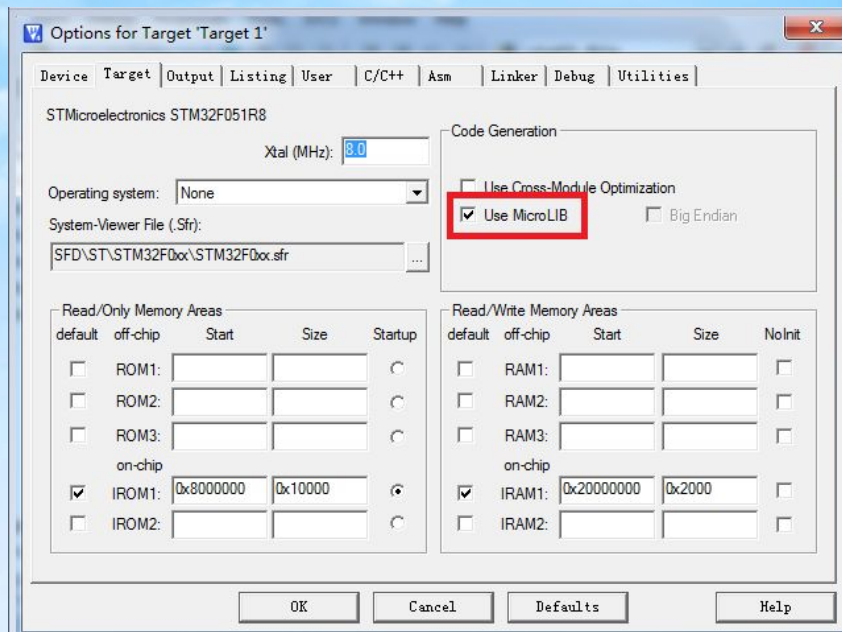

图 3- 3 配置工程
2. 工程要使用 microlib 库，它是缺省 C 库的备选库。它旨在与需要装入到极少量内存中的深层嵌入式应用程序配合使用。如图 3- 3 在工程的配置里勾选：